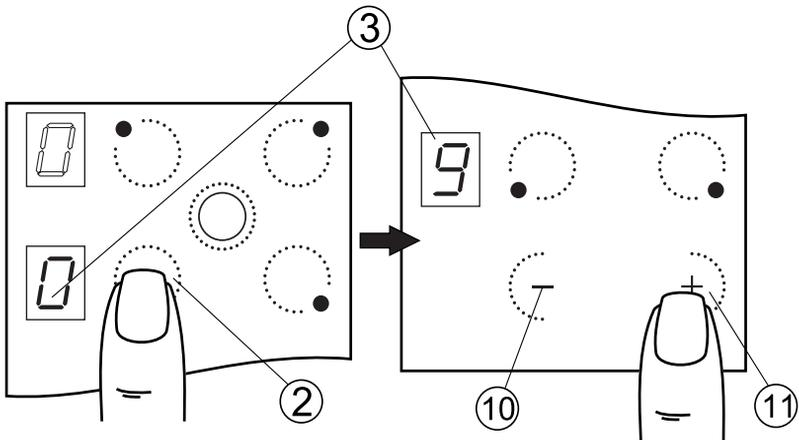

Рис.13
1. Коснуться зоны «②» с обозначением выбранной конфорки, после чего конфорка перейдет в режим управления. В соответствующем окне индикации мигает «0» (рис.13).